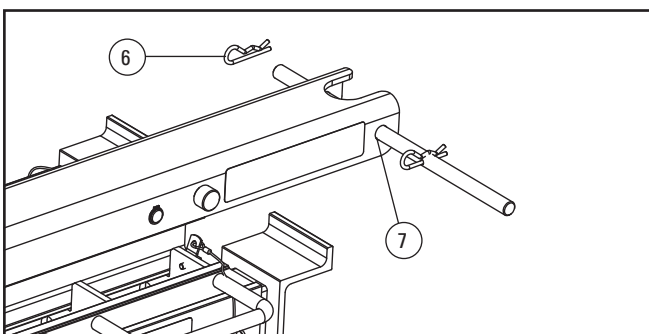

Bild 21 Wagenmontage 3
- 4 Stecken Sie die Griffstange des Transportwagens (Abbildung 21, Pos. 7) durch die äußere Bohrung des gegenüber liegenden Muldungsflügels und sichern Sie ihn durch Einstecken des Splintes (Abbildung 21, Pos. 6).
- 1 Entfernen Sie die Griffstange vom Muldungsflügel (siehe Abbildung 21, Pos. 6 und 7).